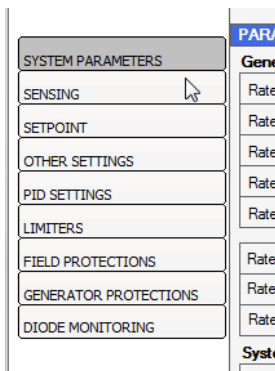

Abb. 5.5.a
- Anwahl der gewünschten Parameter-Gruppe (siehe Abb. 5.5.a).
- Anklicken des zu ändernden Felds und Eingabe des gewünschten Werts. Dieser Vorgang ist für alle zu konfigurierenden Parameter zu wiederholen (siehe Abb. 5.5.b).
- Sobald alle Parameter der gewählten Gruppe eingegeben wurden, die Taste *“laufende Seite anwenden”* unter dem Konfigurations-Bereich anklicken (siehe Abb. 5.5.c).